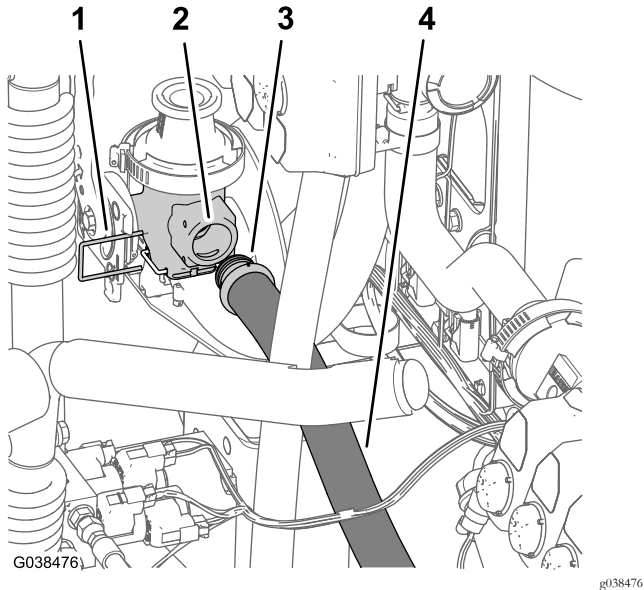

図 73
1. 下側給液ホース2.5 x 66cmのバーブ付きストレートフィッティングを、エダクタ停止バルブの入り口ポートに組み付ける **図 73**。